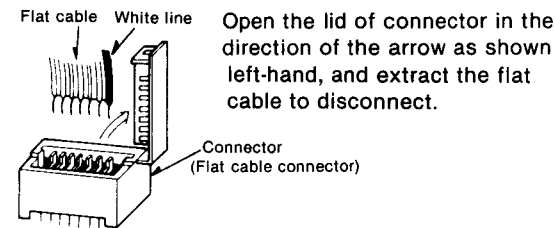
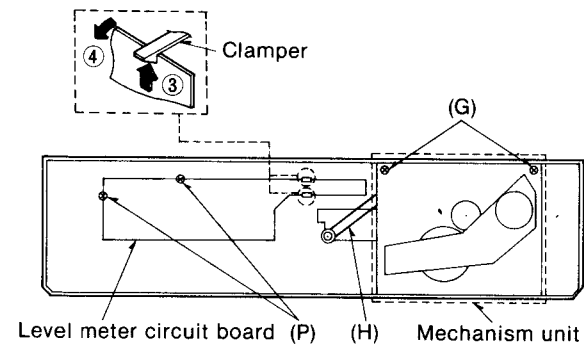
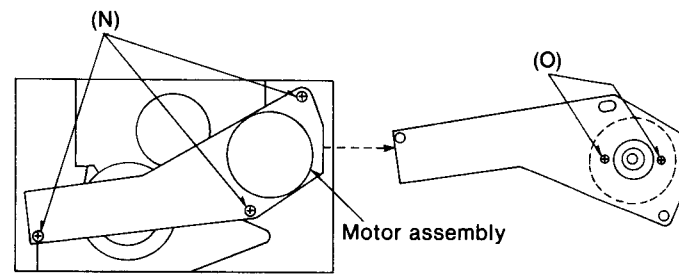

Fig. 3
Fig. 4
Fig. 5
<p>Ajuste del equilibrio de salida L-CH/R-CH (canal izquierdo/canal derecho)</p> <ol style="list-style-type: none"> <li>1. Efectuar las conexiones como muestra la Fig. 2.</li> <li>2. Reproducir la señal de 8kHz desde la cinta de prueba (QZZCFM). Ajustar el tornillo (B) en Fig. 3 para obtener niveles L-CH y R-CH de salida máxima. Cuando los niveles de salida de L-CH y R-CH no están al máximo, al mismo tiempo, reajustar de la siguiente forma:</li> <li>3. Girar el tornillo mostrado en Fig. 3 para buscar los ángulos A y C (puntos donde los niveles de salida de cresta se obtienen para los canales derecho y izquierdo). Luego, localizar el ángulo B entre los ángulos A y C, por ej., el punto donde los niveles de salida de R-CH y L-CH estén equilibrados. (Consultar Fig. 3 y 4.)</li> </ol> <p>Ajuste de fase de L-CH/R-CH</p> <ol style="list-style-type: none"> <li>4. Efectuar las conexiones como muestra la Fig. 5.</li> <li>5. Reproducir la señal de 8kHz desde la cinta de prueba (QZZCFM). Ajustar el tornillo (B) de la Fig. 3 de forma que las agujas indicadoras de los dos VTVM giren hacia el máximo y se obtenga una forma de onda como la indicada en la Fig. 6 sobre el osciloscopio.</li> </ol>
<p>L-CH/R-CH output balance adjustment</p> <p>1. Make connections as shown in fig. 2.</p> <p>2. Playback the 8kHz signal from the test tape (QZZCFM). Adjust screw (B) in fig. 3 for maximum output L-CH and R-CH levels. When the output levels of L-CH and R-CH are not at maximum at the same point adjust as follows.</p> <p>3. Turn screw (B) shown in fig. 3 to find angles A and C (points where peak output levels for left and right channels are obtained). Then, locate angle B between angles A and C, i.e., point where L-CH and R-CH outputs are balanced. (Refer to figs. 3 and 4.)</p>
<p>Fig. 2</p>  <p>Fig. 3</p>  <p>Fig. 4</p>
<p>L-CH/R-CH phase adjustment</p> <p>4. Make connections as shown in fig. 5.</p> <p>5. Playback the 8kHz signal from the test tape (QZZCFM). Adjust screw (B) shown in fig. 3 so that pointers of the two VTVMs swing to maximum and a lissajous waveform as illustrated in fig. 6 is obtained on the oscilloscope.</p>
<p>Fig. 5</p>  <p>Fig. 6</p>